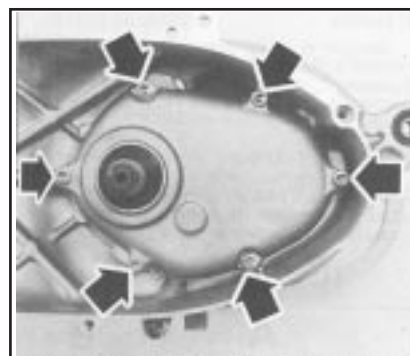
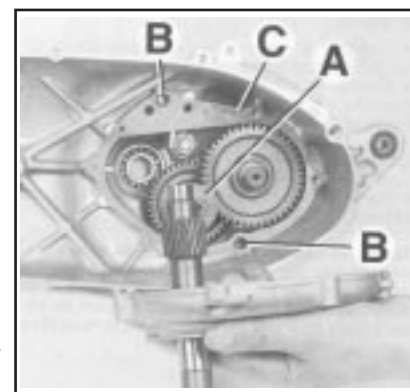

fig. 1
fig. 2
- 5) Pulire accuratamente la parte interna del carter trasmissione principalmente nella zona del coperchio della scatola del riduttore finale (fig. 1)
- 6) Rimuovere il coperchio della scatola trasmissioni (fig. 1) togliendo le viti indicate dalle frecce. Fare attenzione a non danneggiare la guarnizione di tenuta C (fig. 2) e di non smarrire le boccole di centraggio B (fig. 2).
- 7) Pulire la zona interna della scatola di riduzione finale e controllare l'esatta posizione di eventuali rasamenti A (fig. 2) o distanziali presenti all'interno della scatola stessa.
- 12) Montare il coperchio della scatola di riduzione finale, fig. 1, dopo aver controllato la perfetta integrità della guarnizione C fig. 2 oppure qualora sia presente la pasta per guarnizioni, riutilizzare la pasta per guarnizioni per creare la nuova guarnizione. Qualora la guarnizione non sia perfetta sostituirla con una nuova originale. Serrare le viti indicate in fig. 1 con una coppia di serraggio di 12Nm. Controllare che la ruota ruoti liberamente senza sforzo per verificare il corretto montaggio.